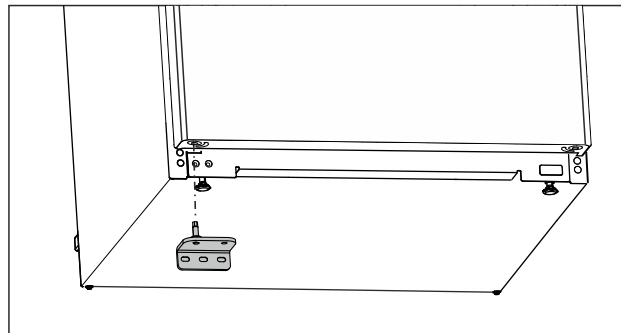

Fig. 16
- ▶ Helyezze be az alsó csapágybakot az ellenkező oldalon. (lásd Fig. 16)